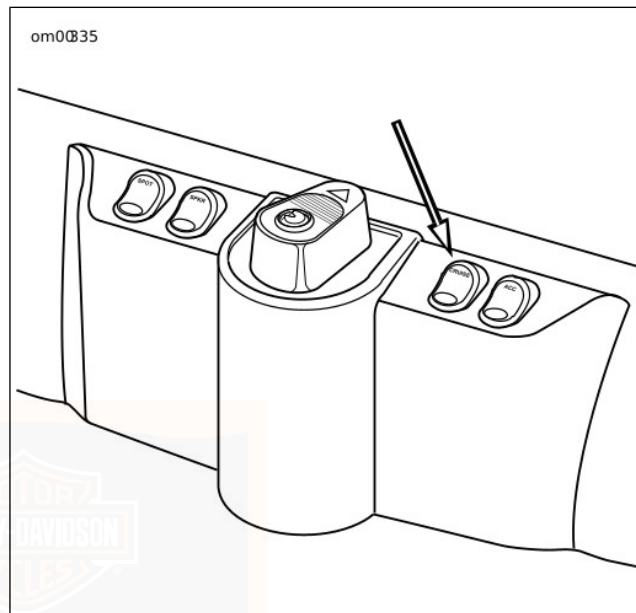

Figura 11. Interruptor en la tapa del fuselaje del control de crucero
- Vea Figura 11. Una luz naranja en el interruptor de control de crucero indica si el control de crucero está ENCENDIDO o APAGADO.
Vea Figura 11. Un interruptor de control de crucero en la tapa del fuselaje, situado a la derecha del interruptor de encendido, ENCIENDE y APAGA el sistema de control de crucero. Una luz naranja en el interruptor de control de crucero indica que el control de crucero está ENCENDIDO.
1. Vea Figura 11. Oprima el interruptor ENCENDIDO/APAGADO del control de CRUCERO para activar el control de crucero. El ícono naranja en la carátula del indicador de crucero se encenderá al activarse. Vea Figura 9.